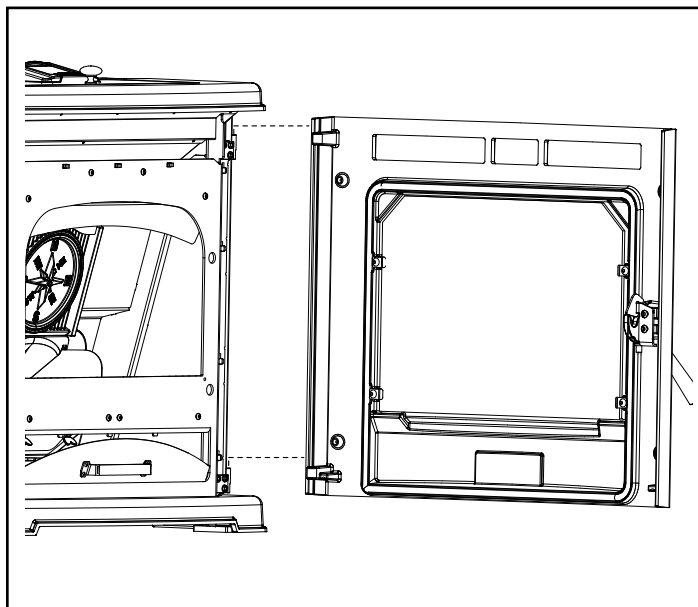

Figure 5.1
1. Retirez la porte frontale en la faisant pivoter d'environ 90° et soulevez-la vers le haut jusqu'à ce qu'elle se puisse sortir des axes de charnière. Voir la figure 5.1.